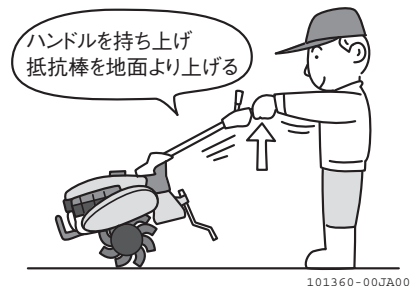

図 2-26
2. ハンドルを持ち上げて、抵抗棒を地面より上げます。(図 2-26)